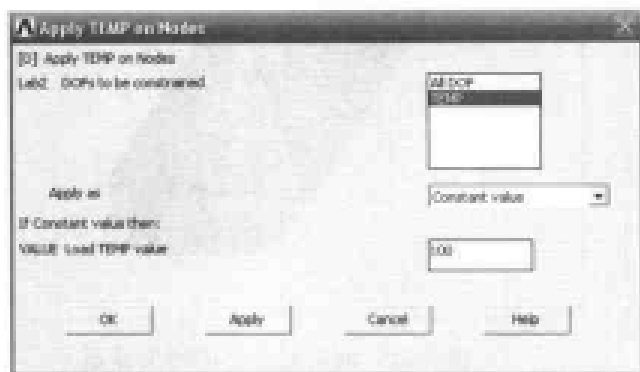
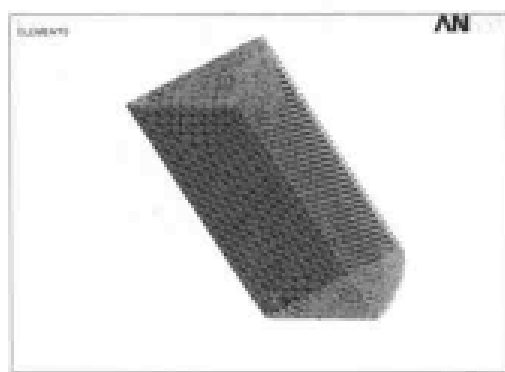

图 9-32 施加温度载荷对话框
图 9-33 加载后的结果显示
(1) 选择 Main Menu | Solution | Analysis Type | New Analysis 命令, 出现 New Analysis 对话框。选择分析类型为 Steady-State, 单击 OK 按钮关闭该对话框。
(2) 选择 Utility Menu | Select | Entities 命令, 出现 Select Entities 对话框, 在第 1 个下拉列表框中选择 Areas, 在第 2 个下拉列表框中选择 By Num/pick 选项, 在第 3 个选项组中选 From Full 单选按钮, 单击 OK 按钮, 出现 Select Areas 菜单, 在文本框中输入 1, 3, 单击 OK 按钮关闭该菜单。
(3) 选择 Utility Menu | Select | Entities 命令, 出现 Select Entities 对话框, 在第 1 个下拉列表框中选择 Nodes 选项, 在第 2 个下拉列表框中选择 Attached to 选项, 在第 3 个选项组中选 Areas, all 单选按钮, 单击 OK 按钮关闭该菜单。
(4) 选择 Main Menu | Solution | Define Loads | Apply | Thermal | Temperature | On Nodes 命令, 出现 Apply TEMP on Nodes 菜单, 单击 pick all 按钮, 出现 Apply TEMP on Nodes 对话框, 在 Lab2 DOFs to be constrained 列表框中选择 TEMP 选项, 在 VALUE Load TEMP value 文本框中输入 0, 单击 OK 按钮关闭该对话框。
(5) 选择 Utility Menu | Select | Everything 命令。
(6) 选择 Utility Menu | Select | Entities 命令, 出现 Select Entities 对话框, 在第 1 个下拉列表框中选择 Areas 选项, 在第 2 个下拉列表框中选择 By Num/pick 选项, 在第 3 个选项组中选 From Full 单选按钮, 单击 OK 按钮, 出现 Select Areas 菜单在文本框中输入 1, 3, 单击 OK 按钮关闭该菜单。
(7) 选择 Utility Menu | Select | Entities 命令, 出现 Select Entities 对话框, 在第 1 个下拉列表框中选择 Nodes 选项, 在第 2 个下拉列表框中选择 Attached to 选项, 在第 3 个选项组中选 Areas, all 单选按钮, 单击 OK 按钮关闭该对话框。
(8) 选择 Main Menu | Solution | Define Loads | Apply | Thermal | Temperature | On Nodes 命令, 出现 Apply TEMP on Nodes 菜单, 单击 pick all 按钮, 出现 Apply TEMP on Nodes 对话框。在 Lab2 DOFs to be constrained 列表框中选择 TEMP 选项, 在 VALUE Load TEMP value 文本框中输入 100, 如图 9-32 所示, 单击 OK 按钮关闭该对话框。
(9) 选择 Utility Menu | Select | Everything 命令。
(10) 选择 Utility Menu | Plot | Element 命令, 加载后的结果如图 9-33 所示。